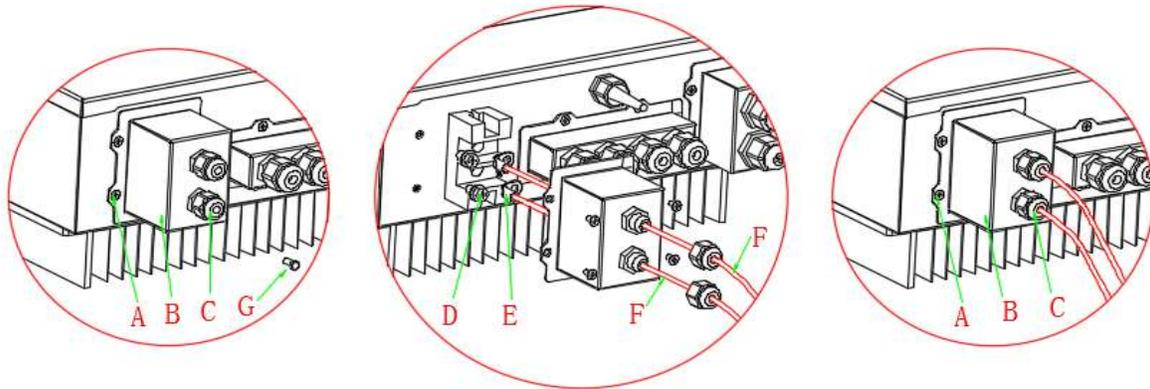

Fig. 6 Collegamento della batteria (testare polarità prima di collegare)
Passo 1: Allentare le 4 viti (A) usando il giravite (fig. 6)
Passo 2: Rimuovere la copertura stagna (B), allentare il passacavo (C) e rimuovere lo stopper(G)
Passo 3: Far passare i cavi batteria attraverso il passacavo (F) quindi collegarli utilizzando i terminali OT in dotazione (E)